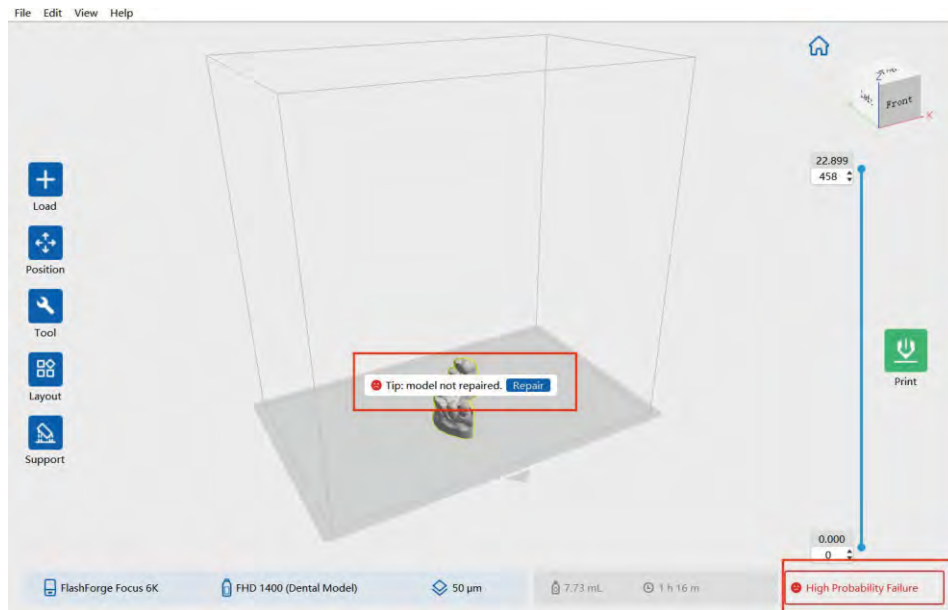

図 30 破断面モデルのロード インターフェース図
- 方法6: 対象ファイルを選択し、FlashDentalのアイコンにドラッグします。モデルを読み込む際、モデルの表面が破損している場合、プロンプトボックスがポップアップ表示され、図30のように右下のプロンプトボックスに印刷失敗の可能性が高い(赤色)と表示されます。修復をクリックしない場合、ダイアログボックスは消えません。修復をクリックした後、モデルは自動的にベースプレートに配置されます。デフォルトでは、変更機能にはポップアップウィンドウはありません。プロンプト機能を有効にするかどうかは"Preference" - "Print"で選択することができます。